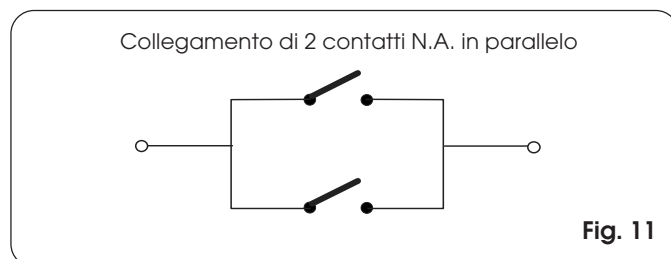

Fig. 11
N.B.: se due dispositivi con contatto N.A. hanno la stessa funzione vanno collegati in parallelo tra di loro (Fig. 11).